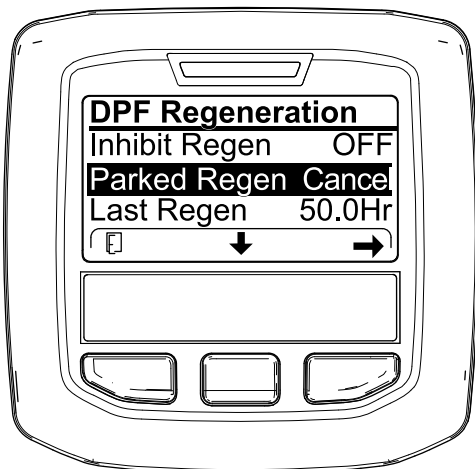
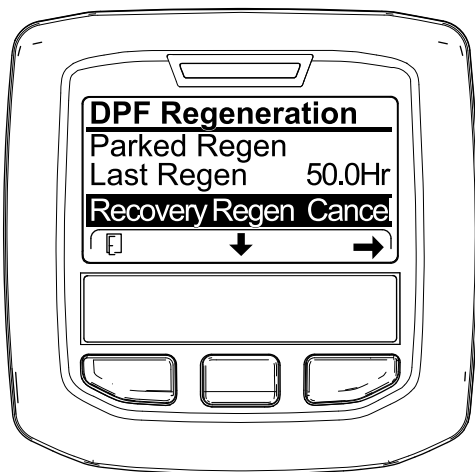

Figura 70
Figura 71
1. Acesse ao menu Regeneração do filtro de partículas de gásóleo (Figura 70).
2. Prima o botão central para ir até à opção CANCELAR REGENERAÇÃO EM ESTACIONAMENTO (Figura 70) ou CANCELAR REGENERAÇÃO DE RECUPERAÇÃO (Figura 71).
3. Pressione o botão direito para seleccionar a entrada Cancelar regeneração (Figura 70 ou Figura 71).